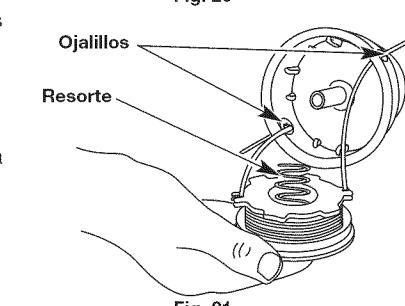

Fig. 21
- Inserte los extremos partidos de la línea a través de los ojalillos de la bobina exterior y coloque el carrete interior con el resorte dentro de la bobina exterior (Fig. 21). Empuje el carrete interior y la bobina exterior entre sí.
- Inserte los extremos de la línea en los ojalillos de la bobina exterior (Fig. 21).